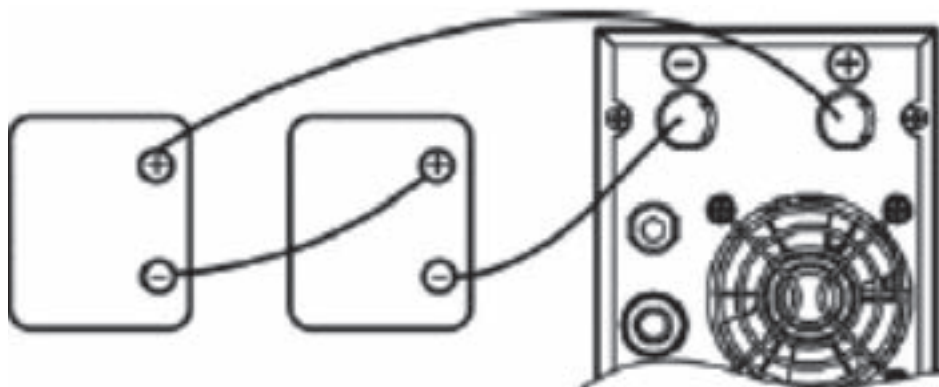

Рис. 2
**2) Подключение нескольких аккумуляторных батарей, соединенных последовательно (см. рис. 2):** У всех батарей должны быть одинаковые значения напряжения и емкости в ампер-часах. Сумма напряжений батарей должна равняться номинальному напряжению постоянного тока данного устройства.